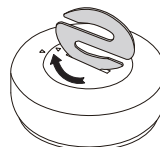

Abb.3
---Setzen Sie den Batteriedeckel wieder auf und drehen Sie ihn im Uhrzeigersinn fest (Abb. 3).